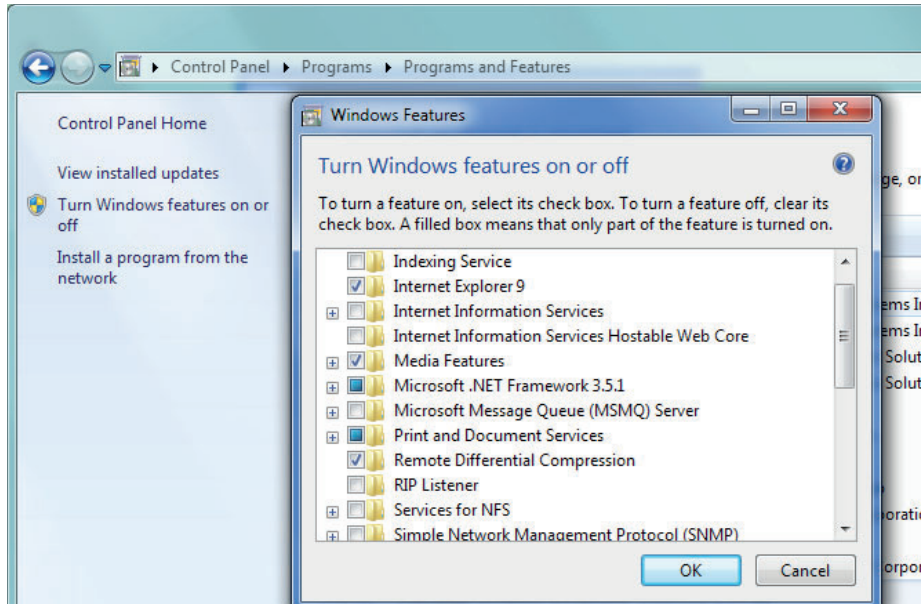

Figura 2-12
1. Acceso al Panel de control - Programas y funciones - Active o desactive las funciones de Windows. Por favor compruebe si se ha instalado .NET Framework 3.5.1. Si no está instalado, seleccione "Continuar". Ver Figura 2-12: